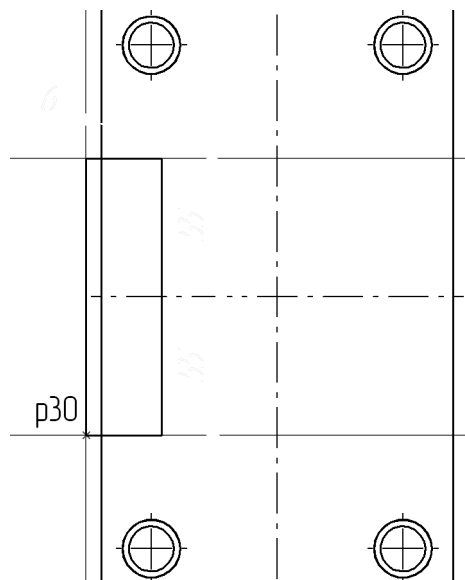

Рис. 51.83.
3. Из полученной в результате вспомогательных построений точки p30 постройте прямоугольник высотой 110 мм и шириной 30 мм (рис. 51.83).